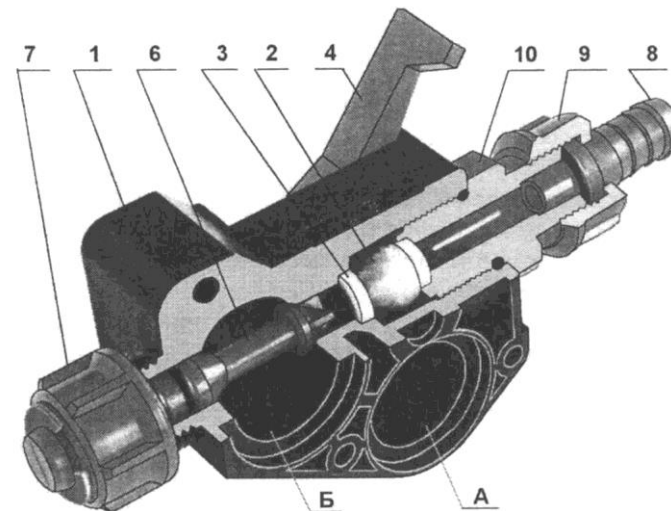
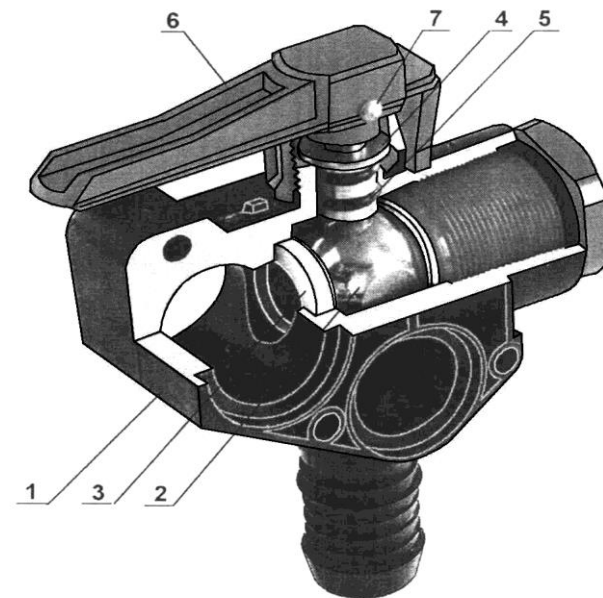

Рис. 4. Секция распределения жидкости.
Рис. 2. Двухходовой кран.
- 4.5.7. Перевести рычаг 4 (рис. 4) на первой секции блока распределения в положение «ВЫКЛ». Проверить отсутствие подачи рабочей жидкости к соответствующей секции штанги. Перевести рычаг 4 в исходное положение. Аналогично проверить работу каждой секции блока распределения.
- перевести рычаг 4 (рис. 4) на первой секции блока распределения в положение «ВЫКЛ». Давление в системе возрастет.
Блок распределения жидкости (рис. 4) состоит из корпуса 1, шарового элемента 2 с уплотнениями 3, рычага поворотного 4 с уплотнительным кольцом 5, штока регулировочного 6, перемещаемого накидной гайкой 7, штуцера 8, закрепленного гайкой 9 на переходнике 10. Блок распределения предназначен для разделения общего потока жидкости, идущей от насоса, и направления ее к секциям штанги опрыскивателя. Количество секций в блоке распределения зависит от ширины захвата штанги и может быть изменено. Каждая секция блока оснащена системой автоматического поддержания стабильного давления в общей системе нагнетания. Она позволяет обеспечивать заданный расход жидкости через распылители при выключении из работы одной или нескольких секций штанги. Отключение подачи жидкости к секции штанги осуществляется установкой рычага 4 в положение "Выкл". Автоматическое поддержание давления достигается перенаправлением в сливную полость "Б" такого же количества рабочей жидкости, которое шло на секцию штанги опрыскивателя через штуцер 8. Пропускная способность дросселирующего отверстия регулируется штоком 6 перемещаемым с помощью гайки 7.
4.4.2. На патрубок крана (рис.2) с надписью "От насоса" подсоединить шланг диаметром 25 мм (1 дюйм), идущий от насоса, и зафиксировать хомутом.
4.4.4. На штуцера 8 (рис. 4) подсоединить шланги диаметром 12,5 - 14 мм (0,5 дюйма) и зафиксировать их хомутами. Противоположный конец каждого шланга должен быть подсоединен к делителю потока на секции штанги опрыскивателя или другим устройствам-потребителям.
4.5.2. После выполнения рекомендаций п. 4.4, установить рычаг 6 (рис. 2) двухходового крана в положение «ЗАКР», а рычаги 4 в блоке распределения (рис. 4) в положение "ВКЛ". Завернуть до упора накладки гайки 7.
4.5.4. Перевести рычаг 6 (рис. 2) в положение «ОТКР».
Двухходовой кран (рис. 2) состоит из корпуса 1, шарового элемента 2 с уплотнениями 3, штока поворотного 4 с уплотнительными кольцами 5 и рычага 6, зафиксированного на штоке штифтом 7. При установке рычага 6 в положение «ОТКР» рабочая жидкость направляется от насоса к штанге опрыскивателя. Положение рычага «ЗАКР» обеспечивает перелив жидкости от насоса в бак, минуя регулирующий и распределительный блоки.